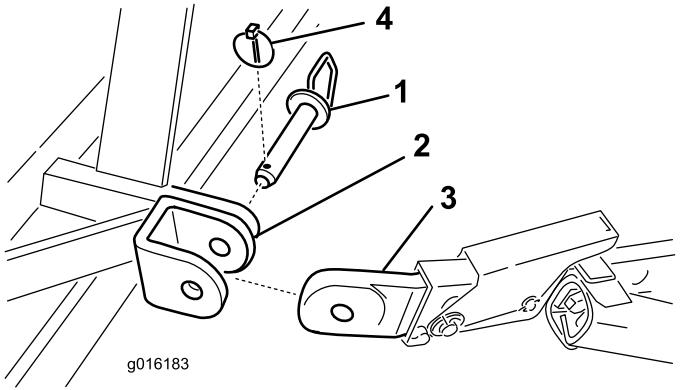

**Figura 3**
- Prenda os braços de articulação inferiores aos pinos de montagem do arejador com pinos de sujeição (Figura 3).